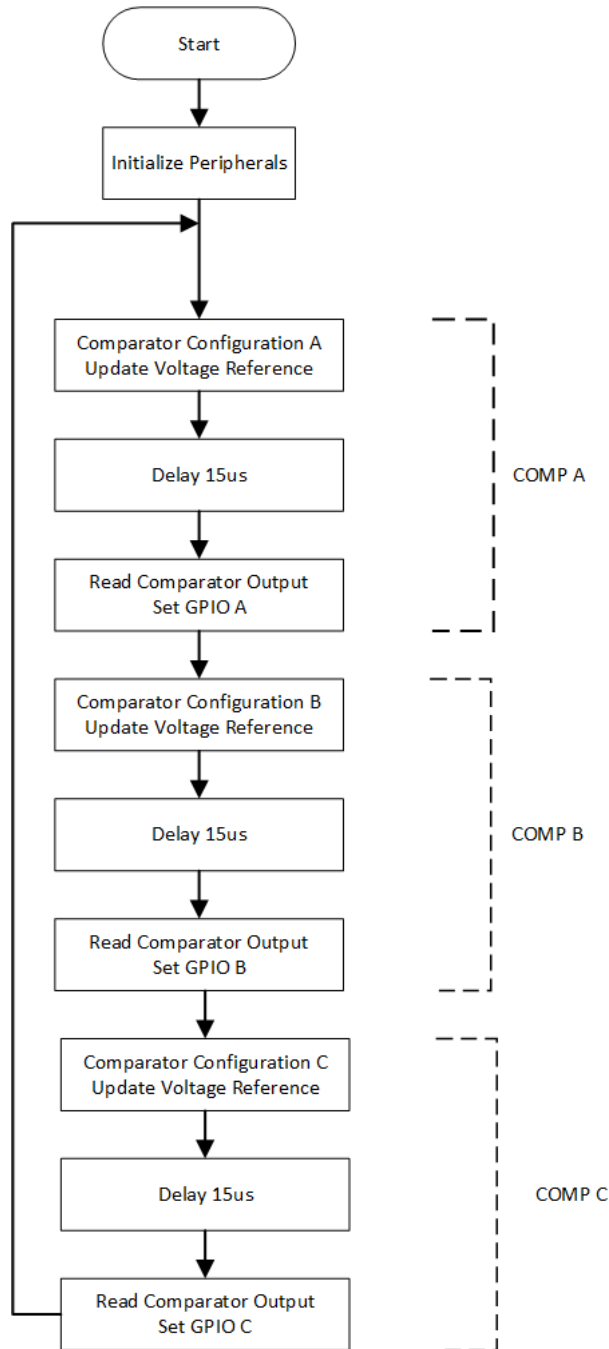

图 5-1. 应用软件流程图
5. 编写应用程序代码以调用每个配置设置、稳定时间延迟并将结果分配给相应的 **IO** 引脚。有关软件概览，请参阅图 5-1。